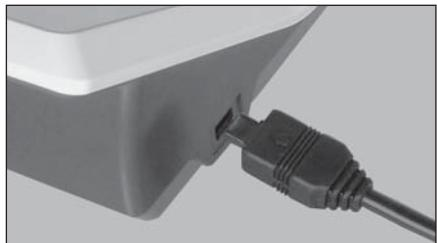

Fig. 1
- 1) Posicione el enchufe adaptador CA de forma que la marca → esté por su parte posterior, insértelo luego en el enchufe adaptador CA por el lado de la unidad de control. (Fig.1)